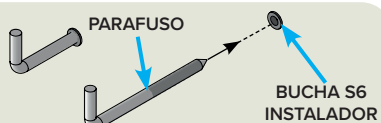

Figura 14 – Instalação dos Parafusos Escápula M5 x 70 mm
**6. INSTALAR** os Parafusos Escápula M5 x 70 mm nas Buchas S6. Rosquear até a profundidade adequada para a instalação do Toalheiro – aproximadamente 35 mm (Figura 14);